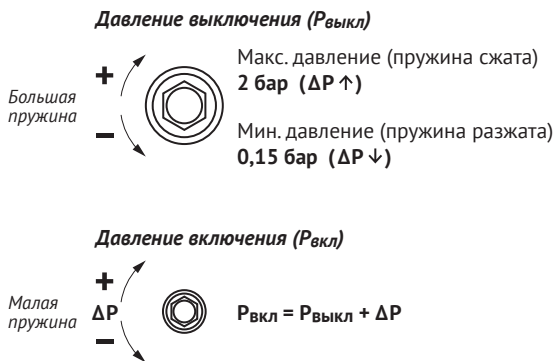

Рис. 4
При закручивании гаек (сжатии пружин) значения давления включения или выключения увеличиваются. При откручивании гаек (разжатии/ослаблении пружин) значения давления включения или выключения уменьшаются. Принцип настройки показан на рис. 4.
5. Нажмите и удерживайте кнопку включения/перезапуска до тех пор, пока она не останется в «утопленном» состоянии без удержания, т. е. до того момента, пока давление в системе $P_{\text{раб}}$ не поднимется выше значения давления включения $P_{\text{вкл}}$, установленного в датчике (см. рис. 4). С помощью манометра определите значение давления включения $P_{\text{вкл}}$ (первоначального включения насоса).
Регулировочный механизм с малой пружиной используется для настройки давления включения $P_{\text{вкл}}$ — давления для первоначального включения насоса, которое достигается принудительным удержанием кнопки включения/перезапуска. Особенность регулировки данного механизма и зависимость $P_{\text{вкл}}$ от настраиваемого значения $P_{\text{выкл}}$ показаны на рис. 4 и представлены в таблице ниже.